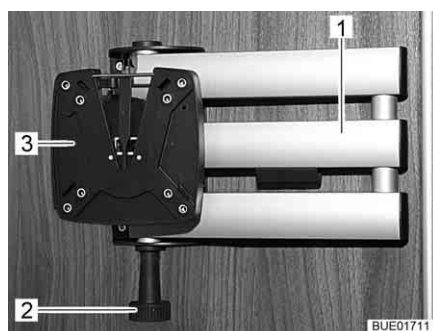

Fig. 75 Support à bras articulé
- Tirer sur le bouton de déverrouillage (Fig. 75,2). Le bras articulé (Fig. 75,1) est déverrouillé.
- Faire retourner l'écran plat dans sa position initiale jusqu'à ce que le support (Fig. 75,3) s'enclenche de manière audible dans le dispositif de verrouillage.